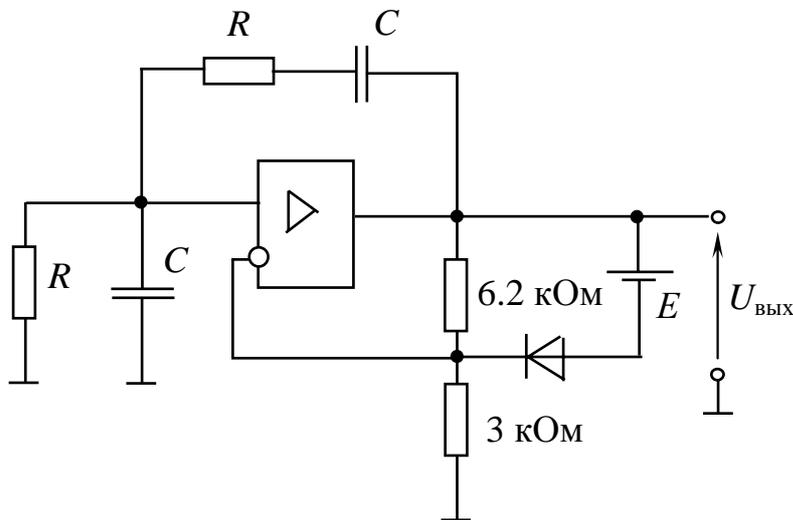

Рис. 5 – LC-генератор с мостом Вина
5. Собрать и испытать генератор гармонических колебаний с мостом Вина (рис. 5). Принять $R=20+N$ кОм, $C=1000$ пФ. Источник E напряжением 5 В используется совместно с диодом для ограничения амплитуды колебаний. Оценить частоту и амплитуду генерируемых колебаний. Во сколько раз амплитуда колебаний на неинвертирующем входе ОУ меньше, чем на выходе?